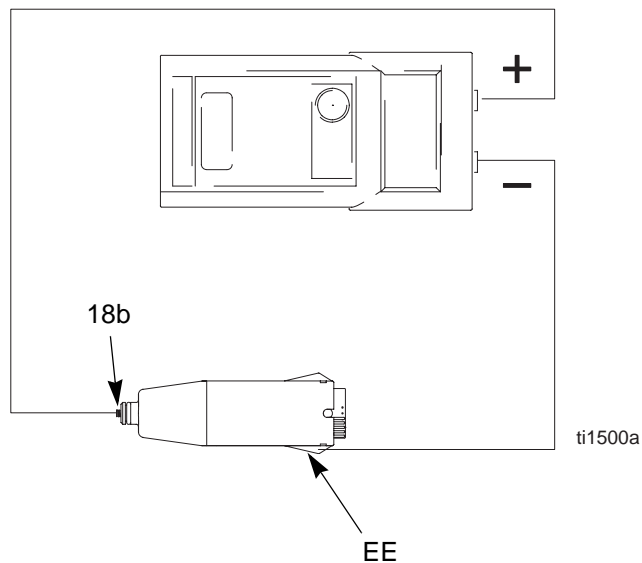

Fig. 5. Verifica della resistenza dell'alimentatore
1. Togliere l'alimentatore (18), pagina 30.
2. Rimuovere il generatore a turbina (19) dall'alimentatore, pagina 31.
3. Misurare la resistenza fra le piastre di terra dell'alimentatore (EE) e la molla (18b). Vedere la FIG. 5.